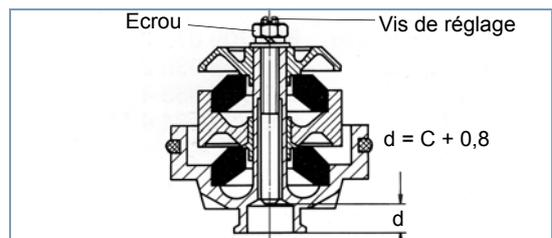

Fig. 5 Dimension d (Appareil avec deux ressorts caoutchouc)
- i** Le même réglage est à effectuer aussi pour les appareils à longue course (deux ressorts caoutchouc) voir fig. 5.